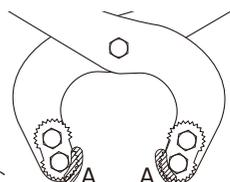
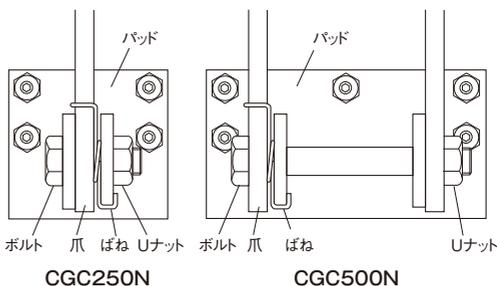

図5
図6
- ② カムの表裏又は上下を入れ替え、未使用部分が図5のAの位置に来るように取り付けて下さい。カムの取り付け位置については、6～8ページをご参照下さい。※パッドを取り付けることも可能です。(CGC250-500) (パッドの交換方法をご参照下さい。)
- ③ ボルト・Uナットを締め付けて下さい。
(2) パッドの交換方法
- ① ボルト・Uナットを緩めパッドとばねを取り外して下さい。(図6)
- ② 新しいパッドとばねを、爪に取り付けて下さい。パッドの取り付け位置については9～10ページをご参照下さい。※カムを取り付けることも可能です。(カムの交換方法をご参照下さい。)